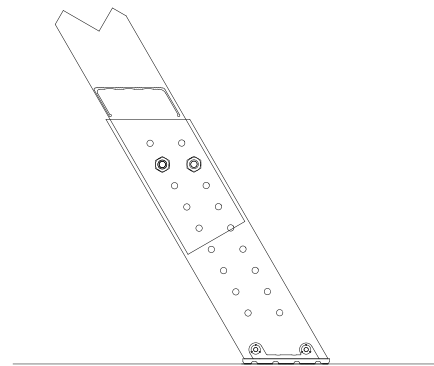

Figura 9
14. Deslice el tacón ajustable sobre el larguero de la sección inferior. Alinee los agujeros del tacón ajustable con los agujeros más cercanos de los largueros de tal forma que los tacones descansen completamente sobre el piso y no haya espacios entre las secciones. Véase la Figura 9.
16. Ensamble los tacones ajustables usando (2) tornillos de 1/4", (2) arandelas y (2) tuercas por cada lado.